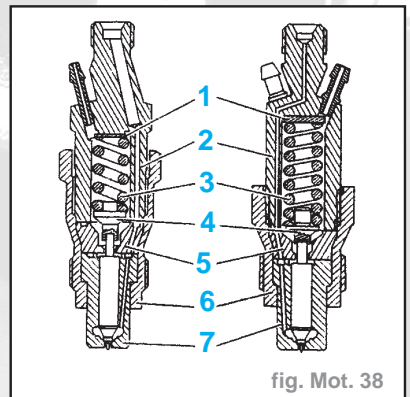

fig. Mot. 38
- Le réglage de la pression de tarage s'effectue par l'intermédiaire d'une cale (1) plus ou moins épaisse (fig. Mot. 38).
- Placer dans le corps (2) (fig. Mot. 38) :
- la cale de réglage (1),
- le ressort (3),
- la tige poussoir (4),
- l'entretoise (5),
- l'injecteur (7),
- l'écrou d'injecteur (6).